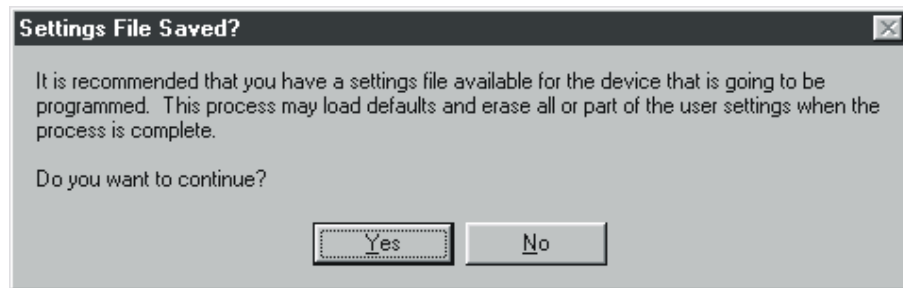

Figure 5-24. Boîte de dialogue Rappel fichier de paramètres
5. Cliquez sur le bouton **Commencez le Transfert de Données** pour effectuer le téléchargement du logiciel. La boîte de dialogue de la Figure 5-24 apparaît et vous recommande de sauvegarder vos paramètres DECS-100 dans un fichier pouvant être téléchargé vers le DECS-100 lorsque le micrologiciel intégré sera mis à jour.